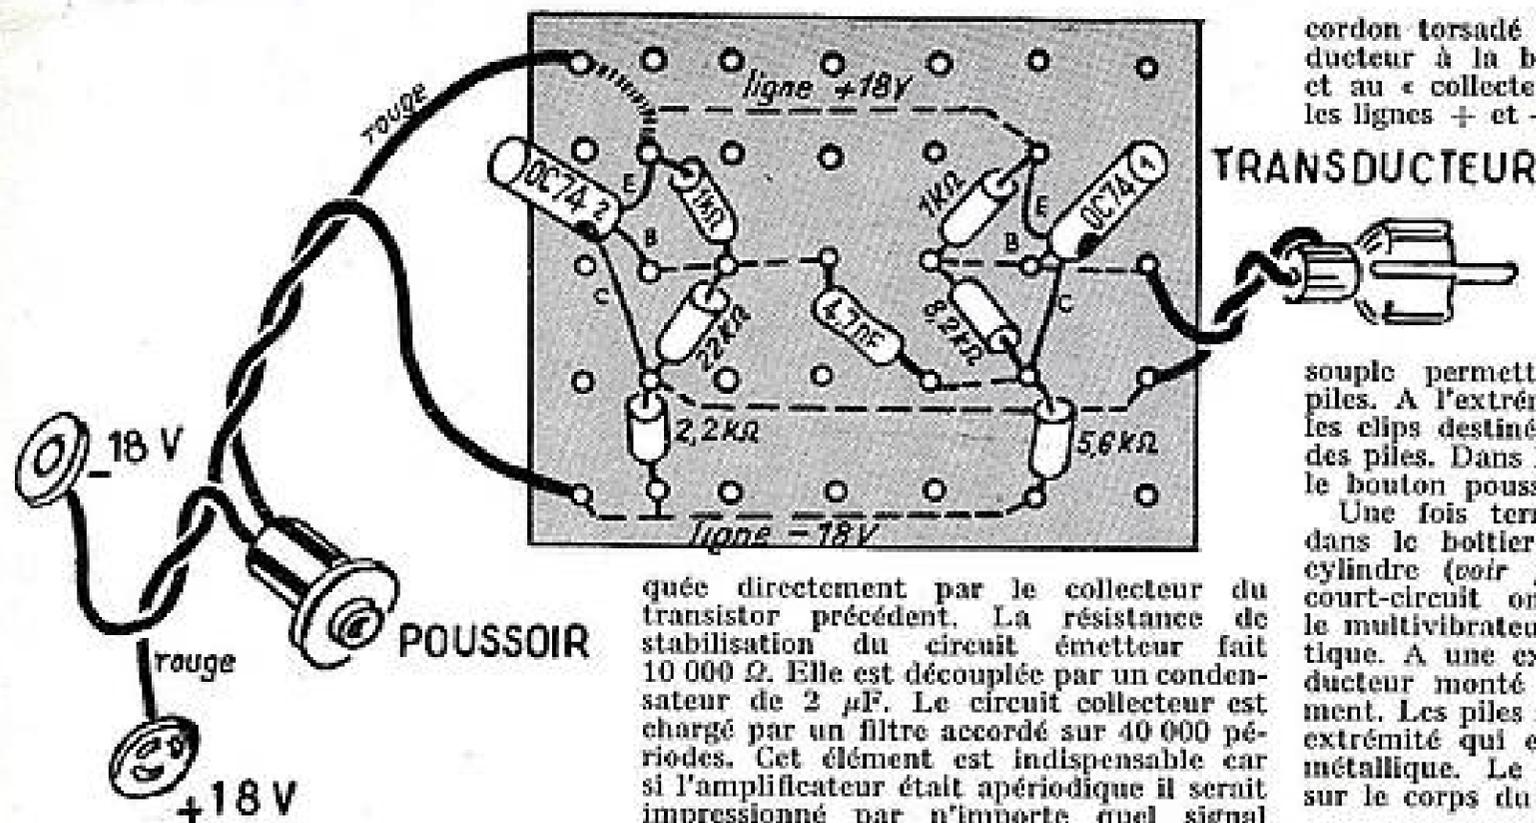

FIG. 3
Comme le montre la figure 3 le multivibrateur de l'émetteur se réalise sur une petite plaquette de bakélite perforée de 35 x 28 mm. Tous les éléments sont disposés sur une face et les connexions sur l'autre. Nous vous conseillons de mener les opérations de la façon suivante. On passe les fils du transistor (1) par les trous que nous indiquons sur le plan. On met en place la résistance de 1 000 Ω et on soude ses fils sur ceux de « base » et « d'émetteur » du transistor. Celui relié à l'émetteur est courbé contre la plaque de bakélite de manière à aller jusqu'à l'arrière et à constituer la ligne + 18 V. On met en place la résistance de 8 200 Ω et on soude ses fils sur ceux de « base » et de « collecteur » du transistor. On dispose la résistance de 5 600 Ω. On soude un de ces fils sur le fil collecteur du transistor et on plaque l'autre contre la plaquette de bakélite de manière à former la ligne - 18 V. On met en place le condensateur de 4,7 nF et on soude un de ces fils sur le fil « collecteur » du transistor.